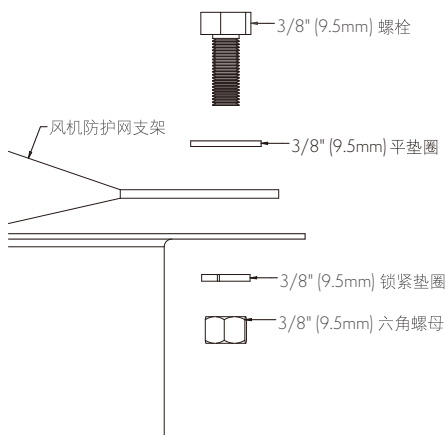

图 25 - 风机防护网支架连接紧固件
3. 将每个风机防护网支架组件上的8个孔与各风机筒上预先钻好的3/8" (10mm)孔对齐，使用3/8" (10mm)紧固件将风机防护网支架固定在风机筒上，如图25所示。